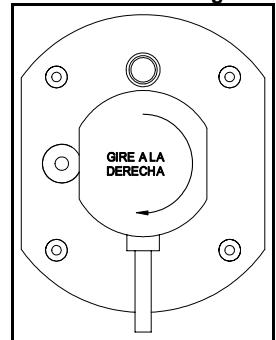

Figura 8
8. Presione el reactor contra la base de montaje y gire el ensamblado del reactor hacia la derecha, hasta que se detenga. (Consulte la figura 8.)